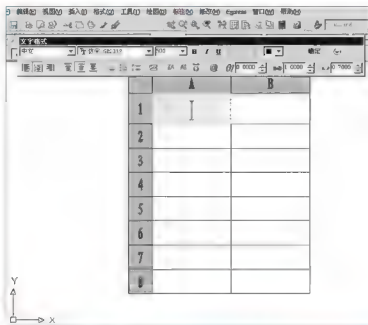

图 3.124 输入表格单元格数据
①【插入方式】选项组: 点选【指定插入点】单选按钮, 通过指定表格左上角的位置来定位表格。
②【列和行设置】选项组: 设定列数、列宽、行数和行高。
(2) 单击【确定】按钮, 关闭对话框, 在指定插入点: 提示下, 在绘图区域单击一点以确定表格左上角的位置。
(3) 此时在绘图区域插入了一个空白表格, 并且同时打开文字编辑器, 此时可以开始在表格中输入内容, 如图 3.124 所示。依次输入相应文字, 输完一个单元后, 按 Tab 键可